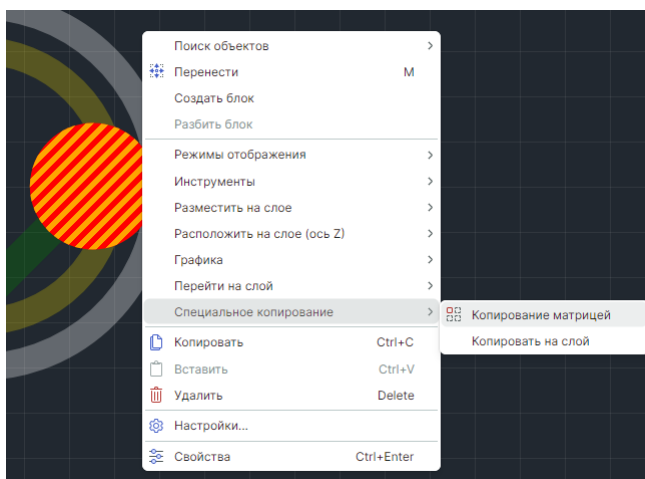

Рис. 375 Вызов инструмента «Копирование матрицей» из контекстного меню
2. Вызовите контекстное меню и выберите пункты «Специальное копирование» → «Копирование матрицей», см. Рис. 375.